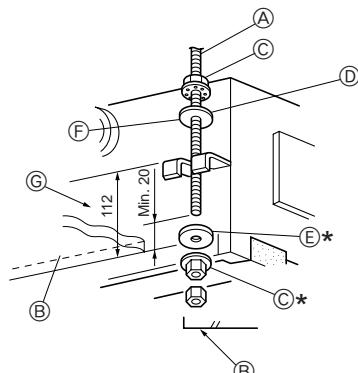

Fig. 2-7
- Draai de ringen ① ② (bijgeleverd) en de moeren (zelf aanschaffen) van te voren op de ophangbout. (Fig. 2-7)
- \* Doe dit in deze volgorde (van boven af aan): moer, geïsoleerde ring ②, ring zonder isolatie ①, twee moeren.
- \* Plaats de geïsoleerde ring ② met de isolatie naar beneden gericht, zoals in de afbeelding getoond.
- Til het apparaat op zijn plaats, op de goede positie ten opzichte van de ophangbouten. Steek de beugel tussen de ringen ① en ②, die zich reeds op hun plaats bevinden en zet deze vast. Doe hetzelfde op alle vier de plaatsen.
- Ⓓ Ring ② (met isolatie)
- Ⓔ Ring ①